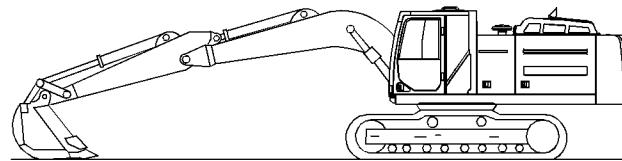

Ilustración 382
2. Retraiga completamente la varilla del cilindro del brazo. Ajuste la posición del varillaje de modo que la herramienta esté paralela al suelo. Baje la pluma hasta que la herramienta esté a ras del suelo. Consulte la ilustración 382 .